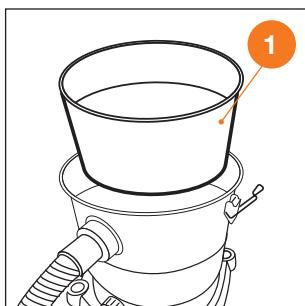

Рис. 10
6. Для уборки в режиме сбора горячего мелкодисперсного мусора (золы, стружки, окалины) (для DAVC 2514S/6030S) установите фильтр предварительной очистки с термозащитой ① (Рис. 10), а также **HEPA**-фильтр ② и зафиксируйте его крышкой ③ повернув её по часовой стрелке ④ (Рис. 10.1-11).